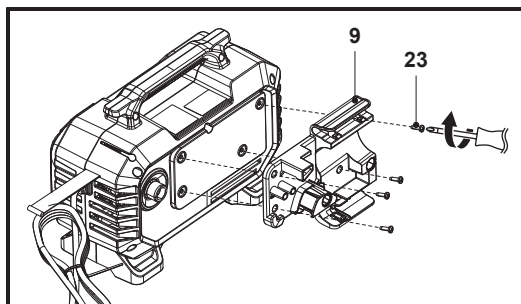

Fig. 1
Utilizează o șurubelniță cu cap în cruce adecvată (nefurnizată) pentru a strânge cele 4 șuruburi (ST4,8 x 16) (23) și fixează placa de suspendare (9) pe spatele aparatului (Fig. 1).